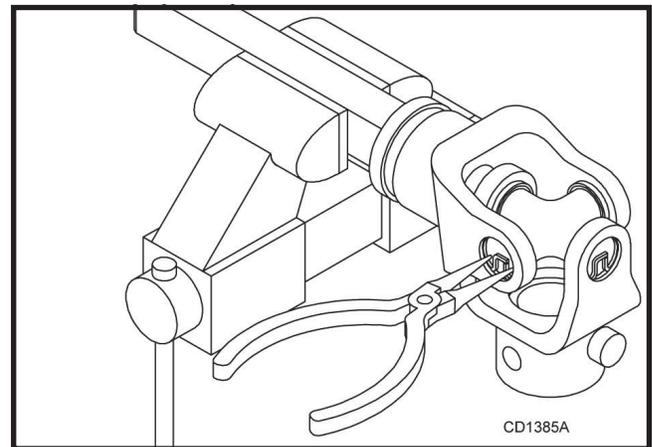

Figura 18. Remoção do anel de pressão
1. Remova os anéis elásticos externos dos garfos em quatro locais, conforme mostrado na Figura 18.